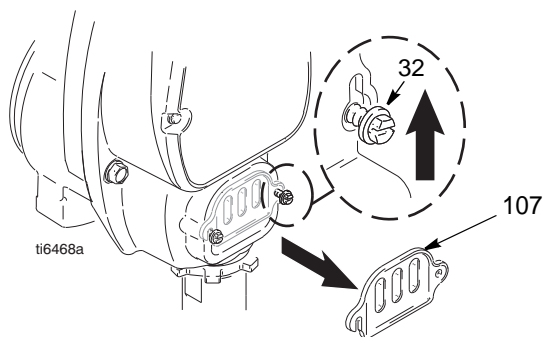

FIG. 15
4. FIG. 15. Afloje los dos tornillos (32) y desmonte la la tapa del eje de la bomba (107).